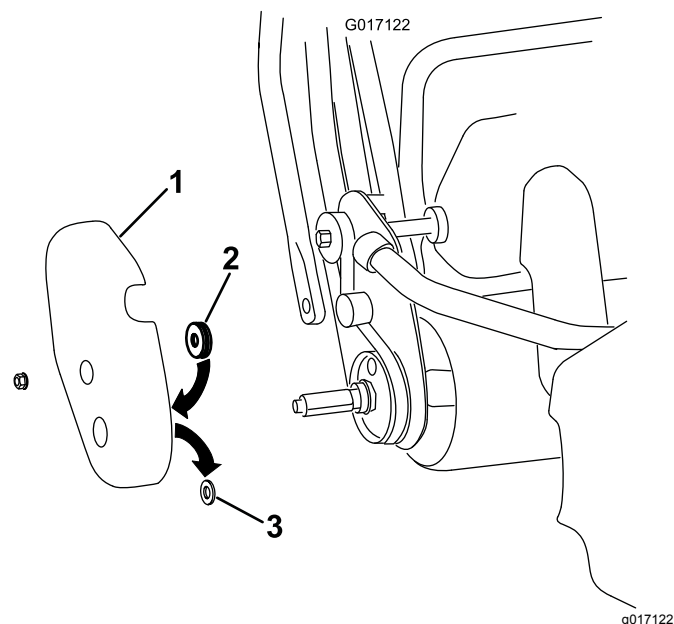

图9
- A. 从机器上拆下右侧轮鼓盖 图9。
- B. 从轮鼓盖上的轮轴孔卸下并丢弃橡胶垫 (图9)。
- C. 将毛毡封粘贴到轮鼓盖的里面、放置在轮轴孔周边 (图9)。